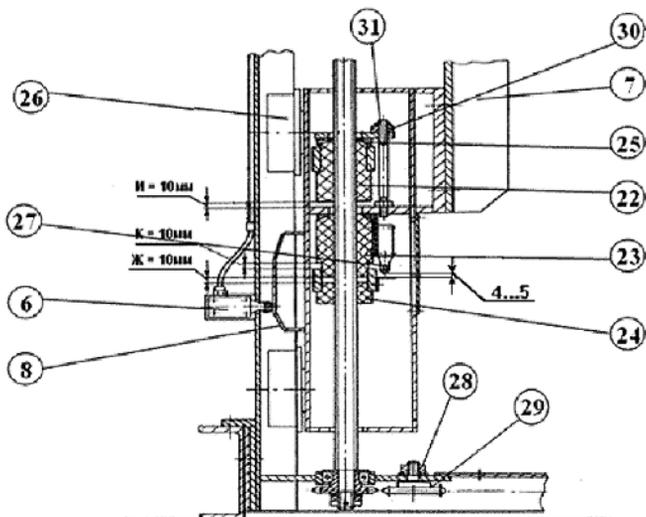

Рис. 4 Нижняя часть привода перемещения траверсы
Стойка состоит из направляющих 1 и 2, установленных на основании 3, в котором размещена цепная передача. В верхней части направляющие связаны между собой при помощи балки 4. В верхней и нижней части левой направляющей установлены конечные выключатели 5 и 6, а на траверсе 7 – нажимной элемент 8 (см. рис. 4, стр. 8), который при достижении каретки крайних положений отключает эл. двигатели 17 привода траверсы.
5.1.4. На резьбовой части винта 16 установлен блок гаек, состоящий из 2-х грузовых гаек 22 и 23 и предохранительной гайки 24 (см. рис. 4).
5.2.3. При нажатии и удержании кнопки “вверх” (см. рис.5) , траверса движется вверх. При достижении предельной высоты подъёма нажимной элемент 8 (см. рис.4) нажимает на верхний конечный выключатель, двигатели автоматически отключаются, подъём траверсы прекращается. Дальнейший подъём невозможен даже при повторном нажатии на кнопку “вверх”.